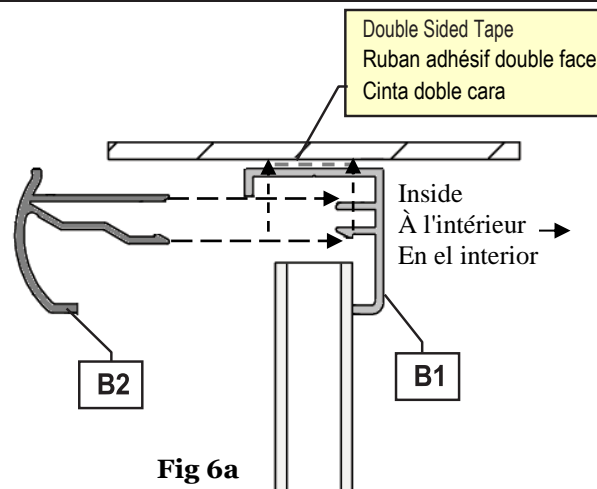

Fig 6a
2. Position the **Inside Snap Header (B1)** over the **Wall Jambs (C)** from the inside of the shower.
3. Snap the **Outside Snap Header (B2)** into the **Inside Header (B1)**. (Fig 6a)
2. Positionnez le **rail intérieur (B1)** sur les **montants muraux (C)** depuis l'intérieur de la douche.
3. Enclenchez le **couvercle à encliquetage extérieur (B2)** dans le **rail intérieur (B1)**. (Fig. 6a)